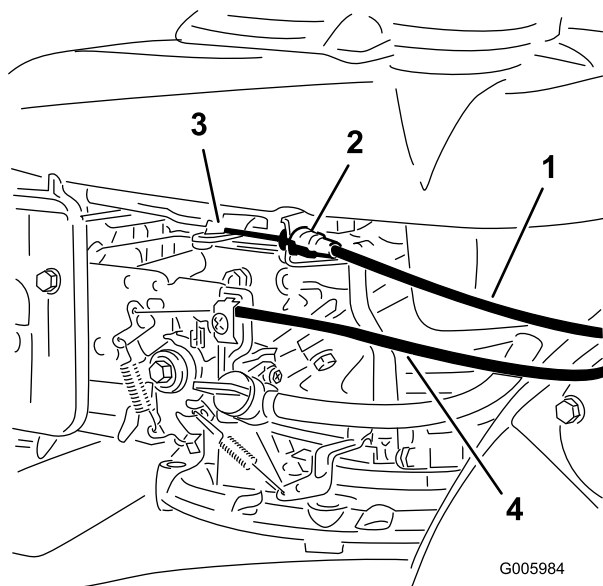
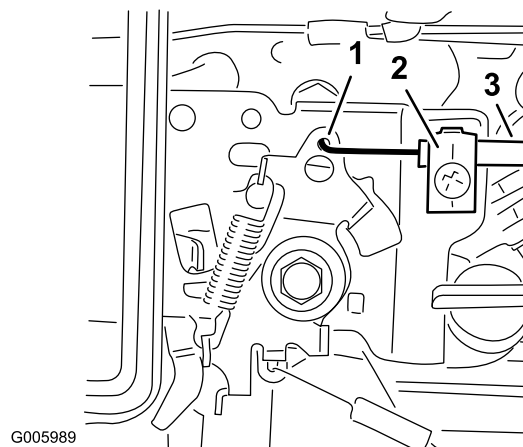

Figura 6
Figura 8
3. Pase el cable de freno de la cuchilla por fuera del manillar por fuera y conecte el extremo del cable (Figura 6).
6. Pase el cable del acelerador por fuera del manillar, inserte la cubierta del cable en la abrazadera y conecte el extremo del cable a la palanca del acelerador, en el motor (Figura 6 y Figura 8).